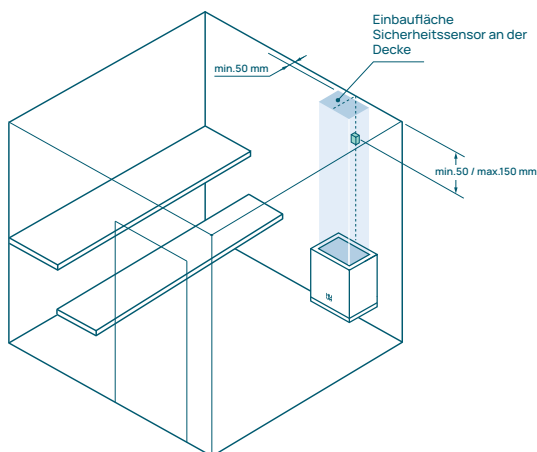

Abbildung 1. Positionierung des Temperatur-/Sicherheitssensors
* – Die Mindestsicherheitsabstände zur Decke gelten nur, wenn der Temperatur-/Sicherheitssensor im vorgesehenen Bereich an der Wand oder Decke positioniert wird, wie in Abbildung 1 angegeben.